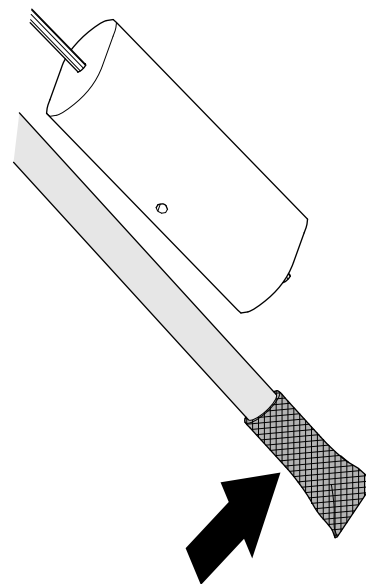

Рисунок 90
1. Очистите сетчатый фильтр на конце топливозаборной трубы (Рисунок 90).